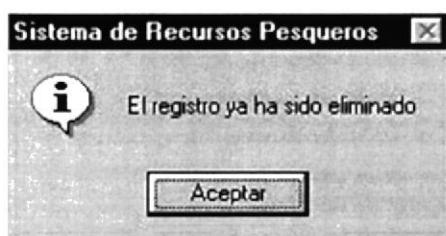

Figura 9.109 Mensaje de ya eliminado
3. Si el cargo que desea Eliminar ya ha sido eliminado, aparecerá lo siguiente (ver figura 9.109)